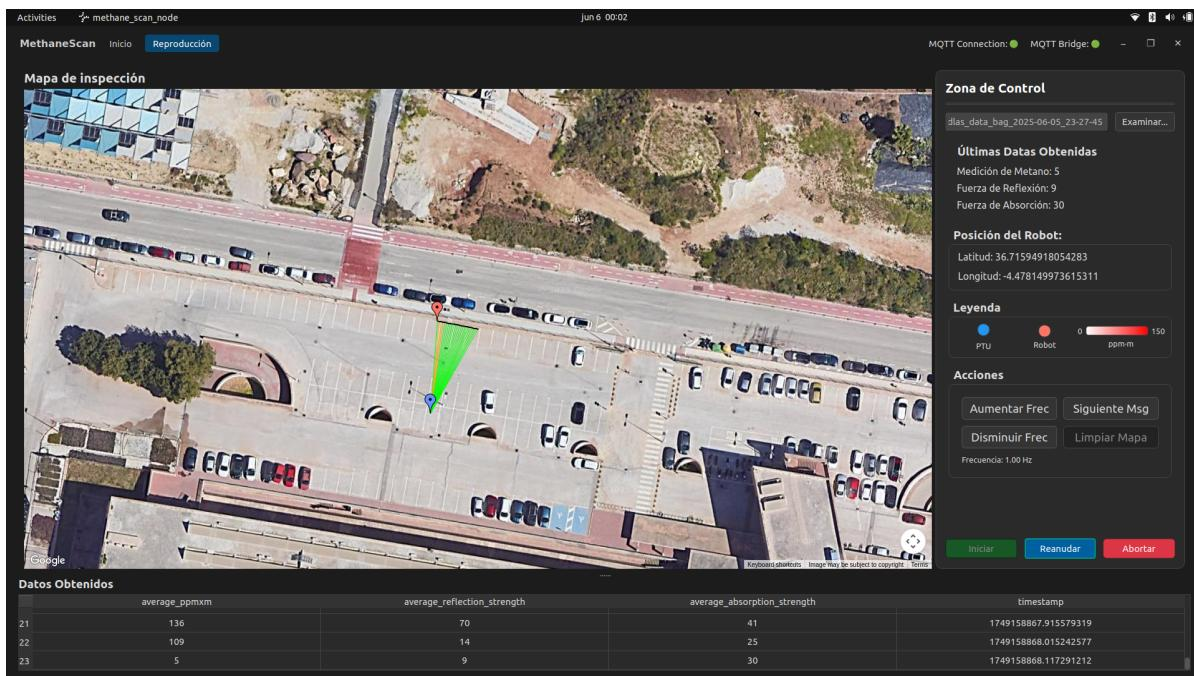

Figura 49: Pantalla de reproducción de elementos
- **Reproducción:** permite reproducir datos almacenados en ficheros .bag, visualizar la trayectoria y gestionar la velocidad de reproducción (Figura 49).